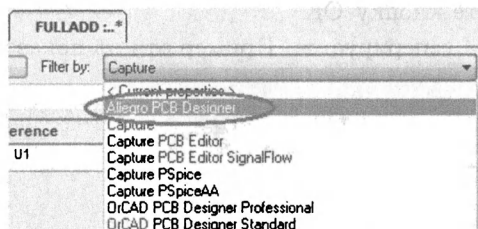

Рис. 20.9. Выбор программы Allegro PCB Designer
2. На вкладке Filter из раскрывающегося списка выберите Allegro > PCB Designer (рис. 20.9).